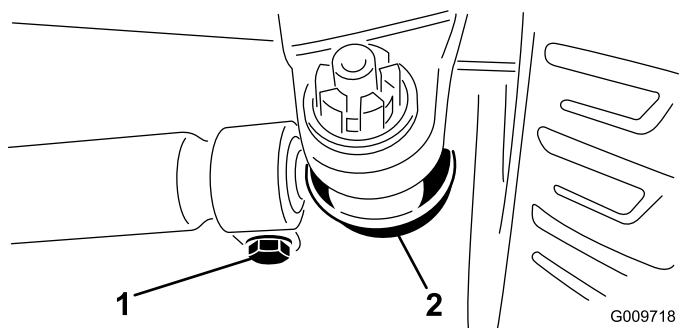

Figure 69
2. Pour le régler, retirez la goupille fendue et l'écrou de l'une des rotules de biellette (Figure 69). Déposez la rotule de biellette du support du corps d'essieu.
3. Desserrez les fixations aux deux extrémités des biellettes (Figure 69).